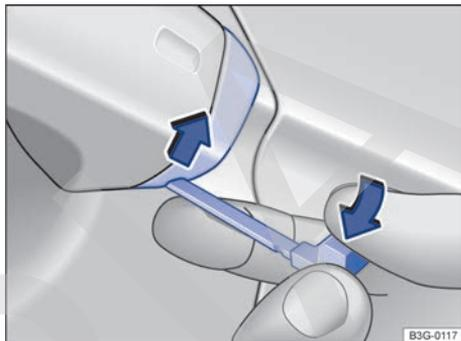

Fig. 77 Manilla de la puerta del conductor: desprender la caperuzza haciendo palanca.
- Introduzca la llave de emergencia, por abajo, en el orificio que hay en la caperuzza de la manilla de la puerta del conductor → **fig. 77** (flecha).